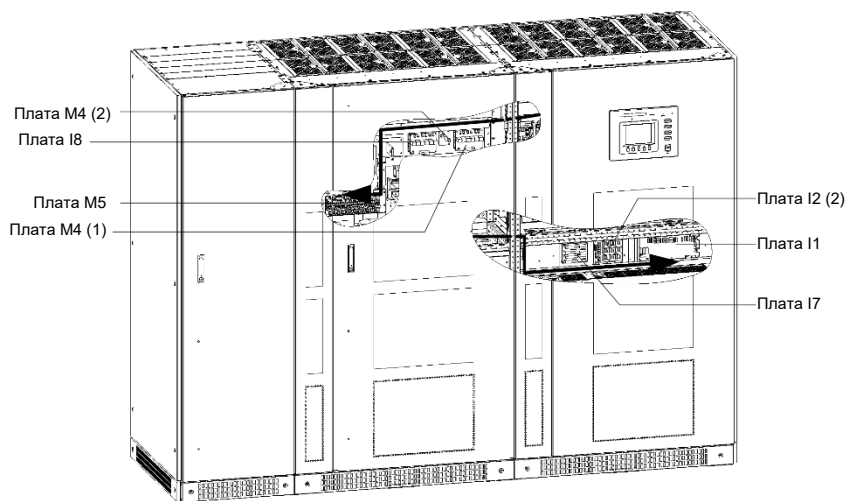

Рисунок 3-16. Подключение параллельных сигнальных кабелей ИБП 500/600/800 кВА
Для ИБП 500/600/800 кВА подключить сигнальные кабели, идущие от шкафа выпрямителя, к соответствующим портам на плате I7, I1 шкафа инвертора. Подключить сигнальные кабели, идущие от шкафа инвертора, к соответствующим портам на плате М4 (1), М4 (2), М5, I8 шкафа выпрямителя. Необходимые соединения перечислены в табл. 3-10 и показаны на рис. 3-16.